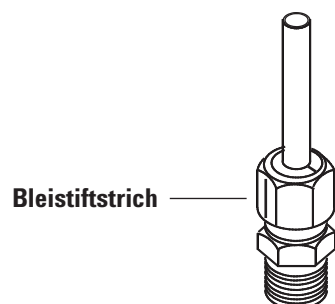

Abbildung 18. Markieren des Fittings
- 6 Markieren Sie die Mutter mit einem Bleistiftstrich. Siehe Abbildung 18.